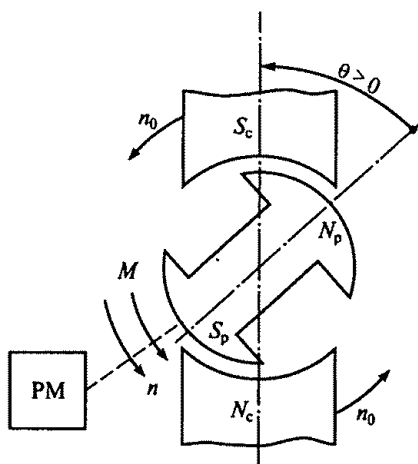

Рис. 231
9.70. Синхронный двигатель вращает рабочий механизм (РМ). На рис. 231 показано расположение полюсов ротора N_p, S_p и статора S_c, N_c двигателя. (Полюса статора для наглядности изображены в виде постоянных магнитов, на самом деле они являются неявными.) В каком из перечисленных признаков двигательного режима синхронной машины допущена ошибка?